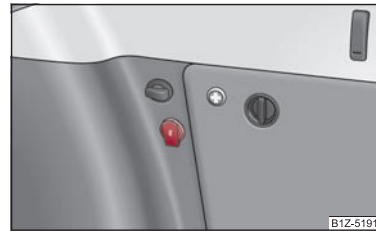

Fig. 87 Portbagajul: Priza
- Deschideți capacul prizei ⇒ fig. 87.